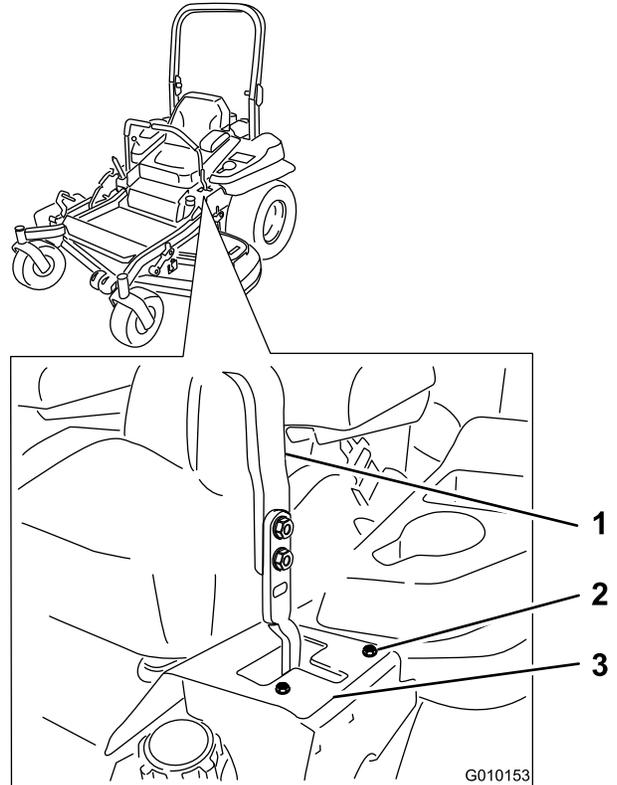

Figura 64
en T de la izquierda hasta que la máquina avance en línea recta (Figura 64).
- Si se desvía hacia la izquierda, afloje los pernos y ajuste la chapa del tope derecho hacia atrás en la ranura en T de la derecha hasta que la máquina avance en línea recta (Figura 64).
- Apriete la chapa del tope (Figura 64).